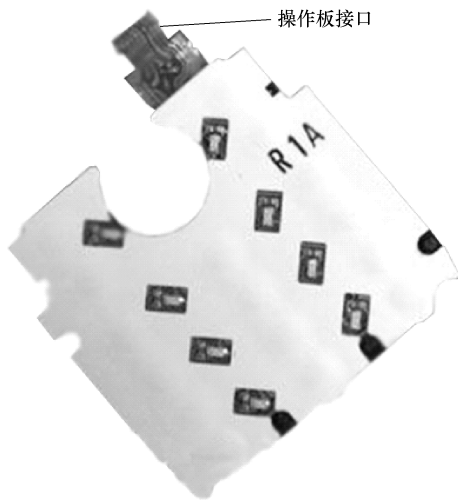

图 3-4 索尼爱立信 K700C 型手机操作板
- 3) 将新的同型号操作板（见图 3-4）按拆卸相反的方向插入接口中，按下插座压杆并压紧。